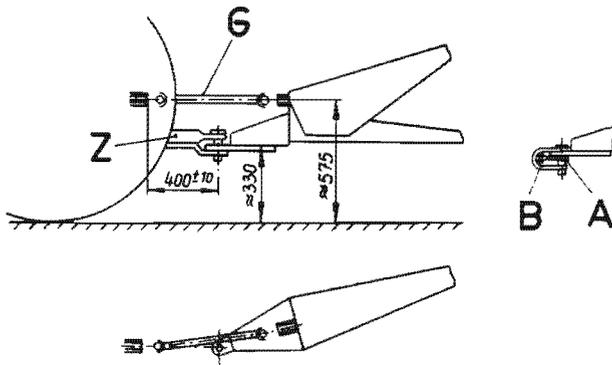

Bild 23
Der Anhängepunkt muß sich, von oben gesehen, auf der verlängerten Mittellinie der Zapfwelle des Traktors befinden. Alle weiteren Maße sind aus Bild 23 ersichtlich. Die Gelenkwelle liegt dabei nahezu horizontal.
Als Gelenkwelle zwischen Traktor und Hochdruckpresse kommt bei der Zapfwellendrehzahl $1\ 000\ \text{min}^{-1}$ die Gelenkwelle 21 TGL 7884 (G) zur Anwendung (Bild 23), bei der Zapfwellendrehzahl $540\ \text{min}^{-1}$ die Gelenkwelle 11 TGL 7884. Die angeschlossene Gelenkwelle darf radial nicht belastet werden (z. B. durch Antreten oder durch Ablegen von Lasten).
Die Zugöse gestattet ideal die Anhängung an ein Zugpendel (Z) nach TGL 25 726 (Bild 23).
Die Anhängung an die Ackerschiene (A) erfolgt durch zusätzliche Sicherung mittels eines Bügels (B) (Bild 23).